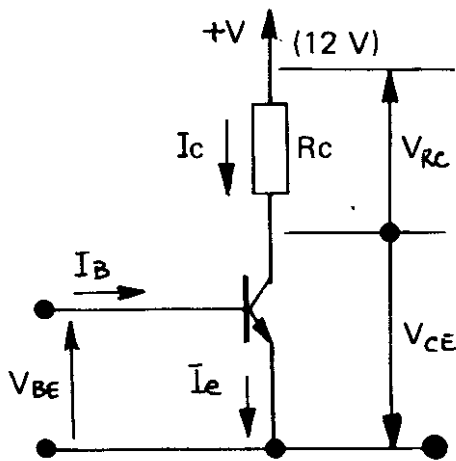
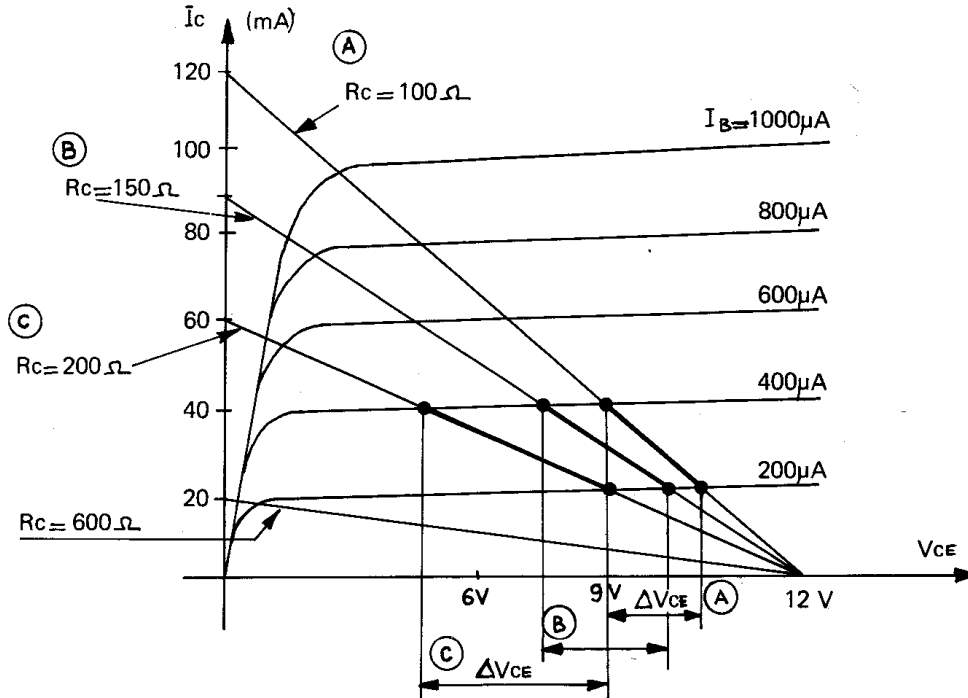

Fig. 11
Fig.13
$V_{CE} = +V_{\text{alimentation}} \rightarrow$  Point ( A ) (figure 11).
Nota 1 : En examinant la figure 11, on constatera que si l'on change uniquement la tension d'alimentation, la droite de charge se déplace parallèlement à elle-même (Position (1) pour 12 V alimentation, position (2) pour 9 V et position (3) pour 6 V). Le gain reste constant tant que l'on reste dans les zones de linéarité. Nota 2: Dans la zone linéaire, la variation de tension collecteur (pour un même  $\Delta I_B$ ) est proportionnelle à la résistance de collecteur (figure 13).